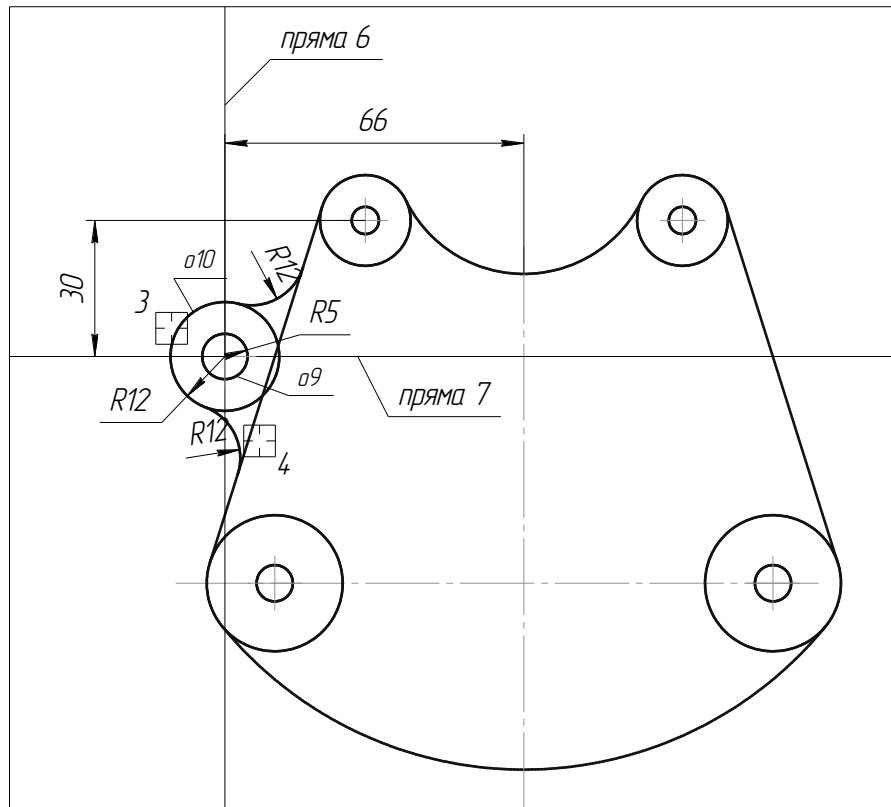

Рис.2.17.
16. Побудуйте коло $o9$ з осями радіусом 5 мм і коло $o10$ радіусом 12 мм, з центрами в точці перетину допоміжних *прямих 6* і *7* (рис. 2.17)